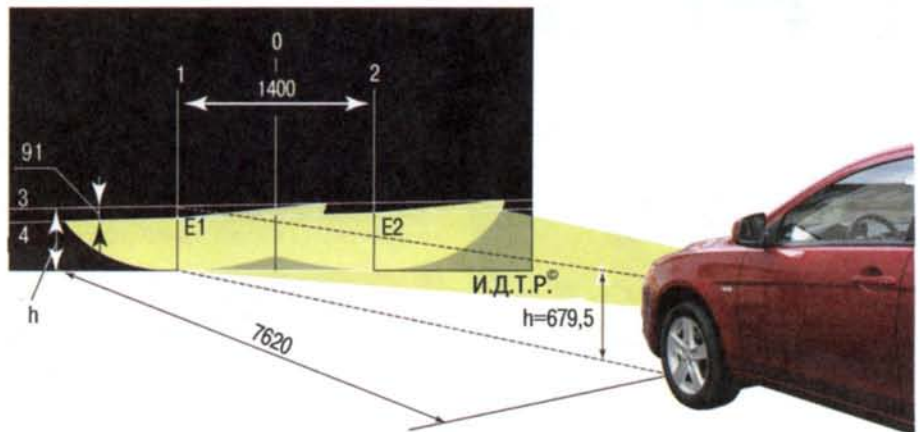

Рис. 4.11. Регулировка света фар
2. Установите автомобиль перпендикулярно гладкой стене (например, в гараже) на расстоянии 7,62 м. Положите на сиденье водителя дополнительный груз массой 75 кг. Разметьте на стене экран, как показано на рис. 4.11. Продольная плоскость симметрии автомобиля должна проходить по линии 0 на экране. Качните автомобиль сбоку, чтобы самоустановились пружины подвесок.